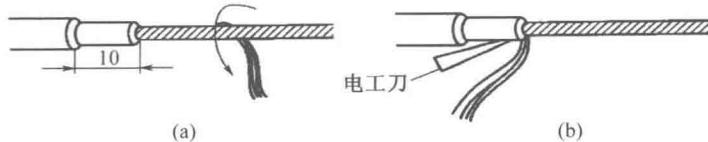

图 1-13 花线绝缘层的剖削
③ 最后将露出的棉纱层松散开,用电工刀割断,如图 1-13 所示。
(6) 铅包线绝缘层的剖削方法和步骤如下: